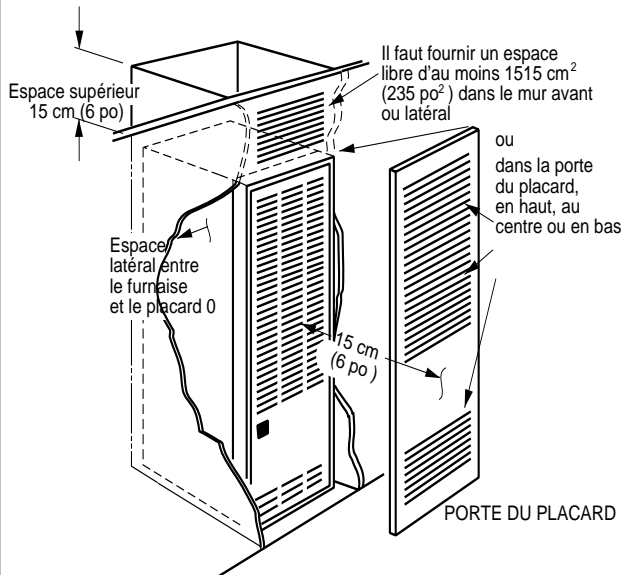
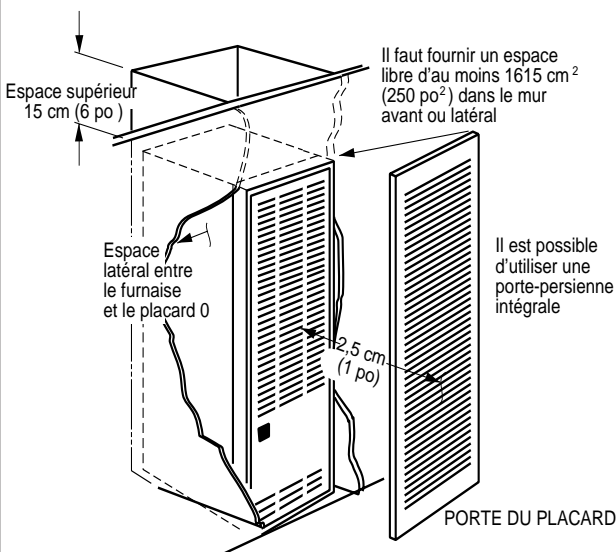

Figure 3. Installation dans un placard
Figure 4. Espace spécial de 2,5 cm (1 po)
- L'installation dans un placard doit utiliser une porte-persienne avec un passage libre minimum de 1515 cm² (235 po²) quand elle se trouve à 15 cm (6 po) du fournaise (voir figure 3). Quand la porte se trouve entre 2.5 et 15 cm (1 et 6 po), la porte-persienne doit avoir une surface libre d'au moins 1613 cm² (250 po²), avec les ouvertures de la porte du placard directement devant les grilles du fournaise. Il est possible d'utiliser une porte-persienne totale (voir figure 4).